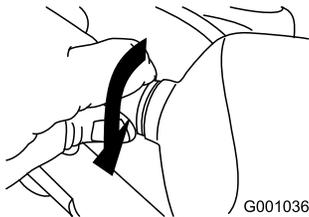

Figura 65
5. Girate in senso orario la base della lampadina, finché non è inserita perfettamente (Figura 65).